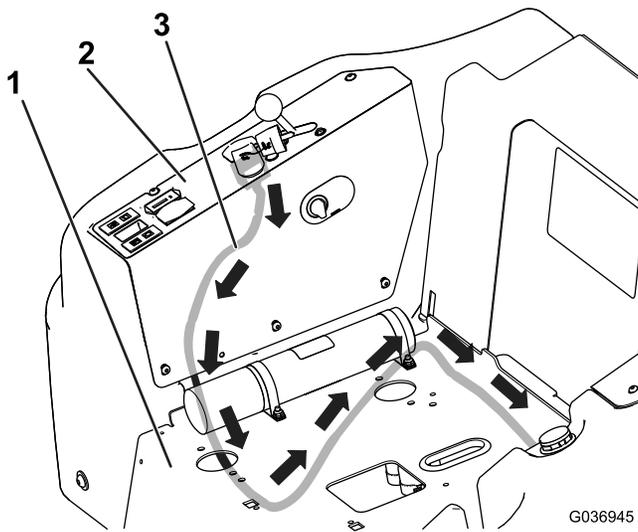

Figura 4
- Dirija el arnés de cables bajo el panel de control y la chapa del asiento, tal y como se muestra en la Figura 4.